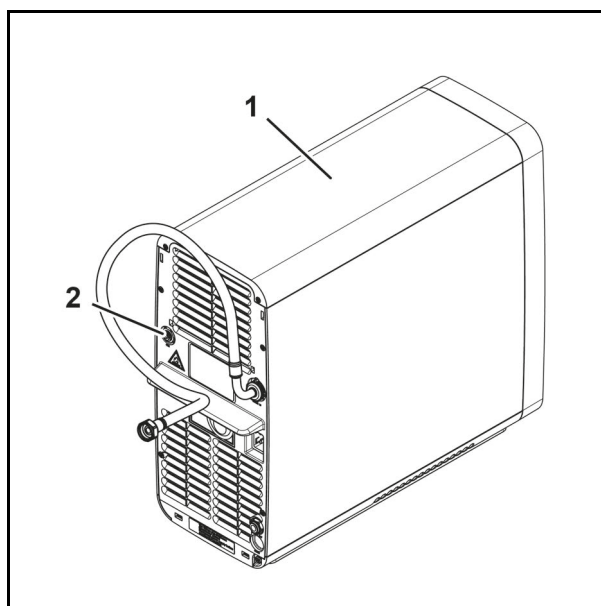

Abb. 15
2. Podłączyć zewnętrzne zasilanie CO₂ do przyłącza zewnętrznego zasilania CO₂ (Abb. 15/2) na urządzeniu podblatowym (Abb. 15/1).